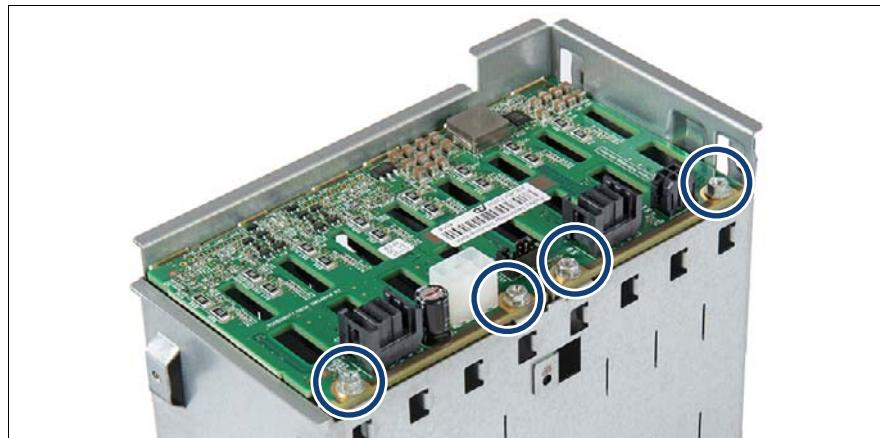

図 157: HDD/SSD バックプレーンの取り外し (A)
- ▶ HDD/SSD バックプレーンを、やや傾けながら HDD 拡張ボックスの 6 つの凹みに合わせます (1)。
- ▶ HDD/SSD バックプレーンを倒します (2)。
- ▶ HDD/SSD バックプレーンを 4 本のネジで固定します (図 157 を参照)。